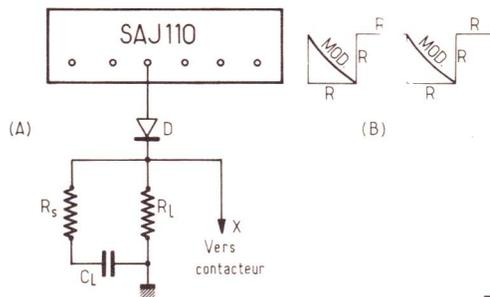

Figure 4
Voici à la figure 4(A), le schéma du dispositif et en (B) la forme modifiée du signal qui est de :